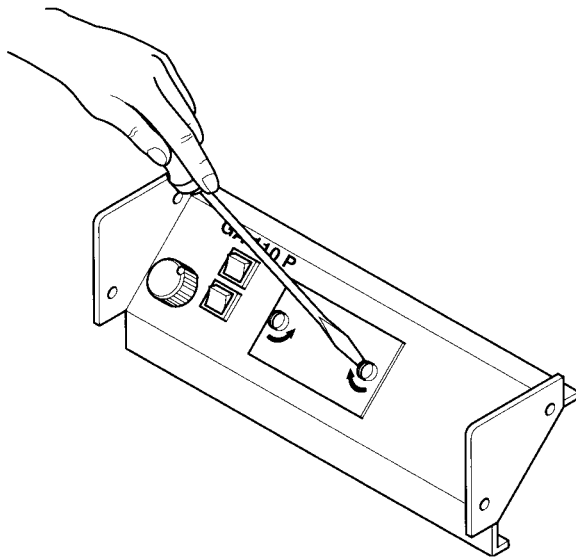

Abb. 4 Entriegelung der Blindblende
- Die Blindblende im Kesselschaltfeld ist zu entfernen. Dazu muß die Blindblende mit Hilfe eines Schraubendrehers entriegelt werden (siehe Abb. 4).